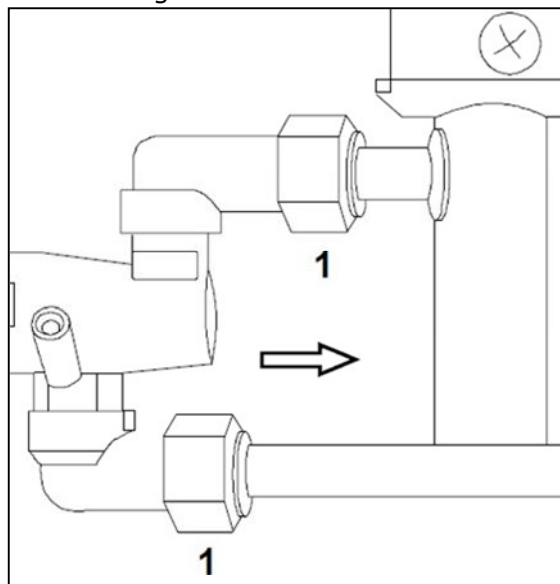

ABB.19
- Entfernen Sie das Ventil von den Verbindungsstücken zu den Gasleitungen (ABB. 19-Bez. 1).